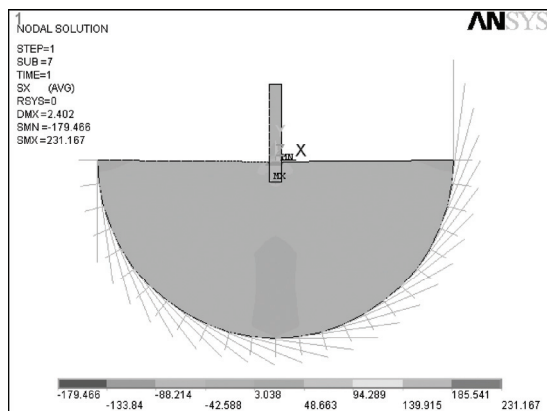

图 5-168 X 方向应力等值线图
4) 选择 Main Menu | General Postproc | Plot Results | Contour Plot | Nodal Solu 命令, 出现 Contour Nodal Solution Data 对话框, 选择 Nodal Solution | Stress | X-Component of stress, 单击 OK 按钮, ANSYS 显示窗口显示 X 方向应力等值线图, 如图 5-168 所示。